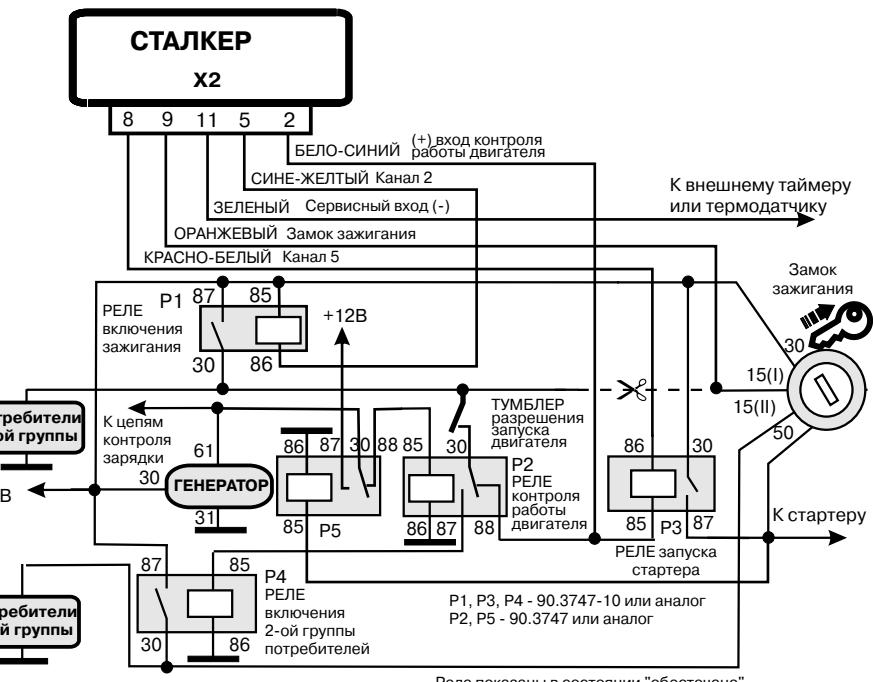

Рис. 11. Вариант схемы рис. 10 для случая отсутствия возбуждения генератора на холостых оборотах
Реле подключения потребителей 2-й группы (Р4) ставится при наличии в замке зажигания специального контакта 15(II) для подключения потребителей второй группы. В случае отсутствия возбуждения генератора на холостых оборотах в схему вводится реле Р5 (рис.11).